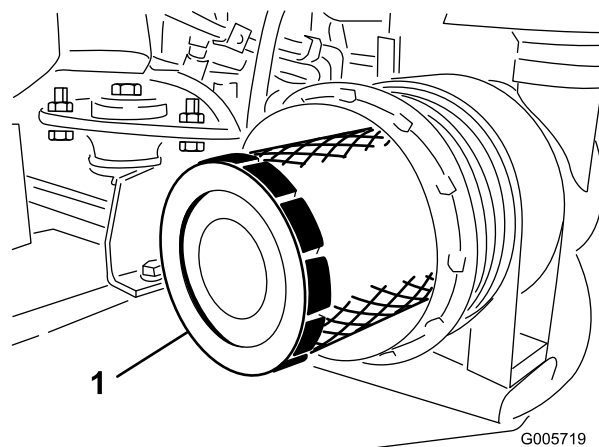

Bild 45
3. Entfernen und wechseln Sie den Hauptfilter aus (Bild 45). Sie sollten ein gebrauchtes Element nicht reinigen, da die Gefahr einer Beschädigung des Filtermediums besteht. Prüfen Sie den neuen Filter auf Versandschäden, prüfen Sie das Dichtungsende des Filters und des Körpers. Verwenden Sie nie ein beschädigtes Element. Setzen Sie den neuen Filter ein. Drücken Sie auf den äußeren Rand des Elements, um es im Kanister zu platzieren. Drücken Sie nie auf die flexible Mitte des Filters.